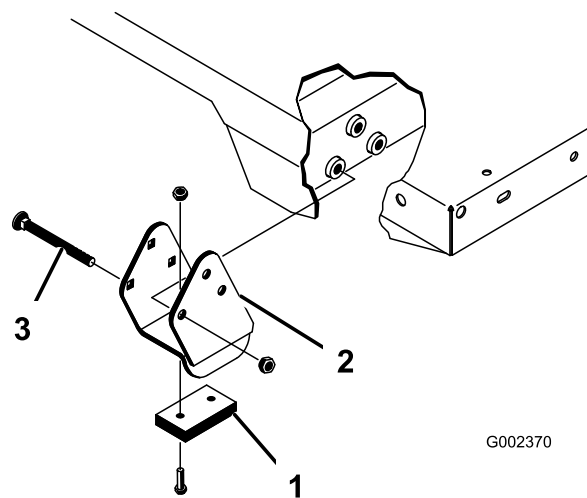

Figure 24
Les supports entretoises et les cales d'usure (Figure 24) doivent être montés avec les têtes des boulons à l'intérieur de la machine.
- Placez le plateau sur le cadre de la machine avec précaution, en alignant les trous des plaques de pivot arrière sur ceux du profilé arrière du cadre, puis installez les 2 axes de chape et les goupilles à anneau (Figure 24).
- Insérez l'axe de chape par l'extérieur du plateau en dirigeant la goupille à anneau vers l'extérieur (Figure 24).